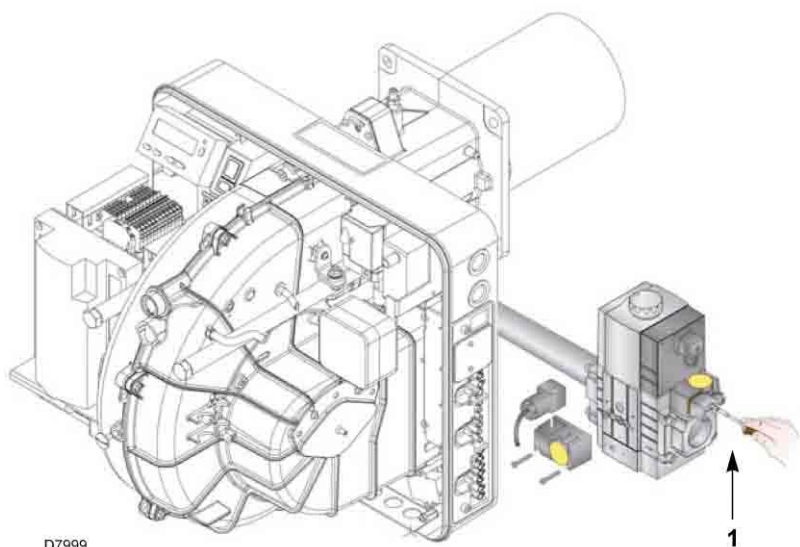

Рис. 26
- Проверьте давление питания газа, присоединив манометр к штуцеру давления (1) (рис. 26) на реле минимального давления газа: оно должно быть ниже, чем максимально допустимое давление на входе газовой рампы, указанное на шильдике с техническими характеристиками.
- Выпустите воздух из трубопровода газовой рампы, присоединив пластиковую трубку к штуцеру давления (1) (рис. 26) на реле минимального давления газа.